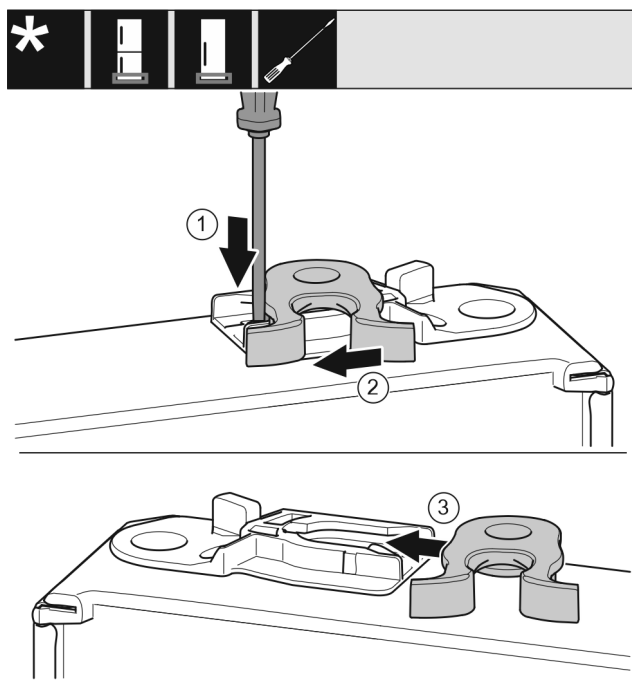

Fig. 18
- Tryk lasken Fig. 18 (1) nedad med en kærnskruetrækker.
- Træk låsekrogen Fig. 18 (2) ud af føringen.
- Skub låsekrogen Fig. 18 (3) ind i føringen på den anden side.